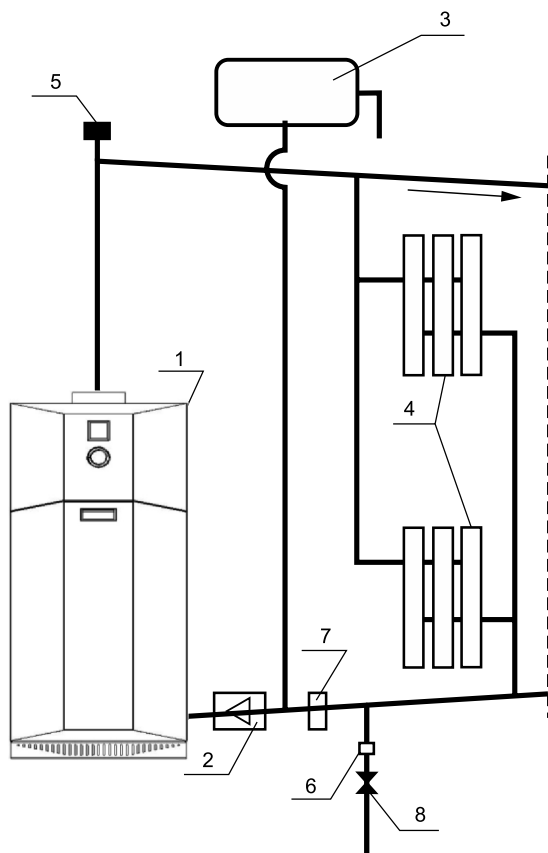

**Рис. 2.**
- 6.7. Расширительный бак устанавливается в верхней точке главного стояка, желательно в отапливаемом помещении. Запрещается устанавливать вентиль на сигнальной трубе (см. рис. 2, 3).